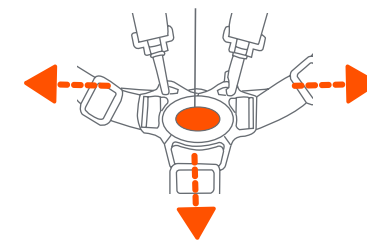

Fig. 10e
**¡LIBERAR!** Presione el botón en la presilla central para destrabar las dos hebillas del arnés (Fig. 10e).